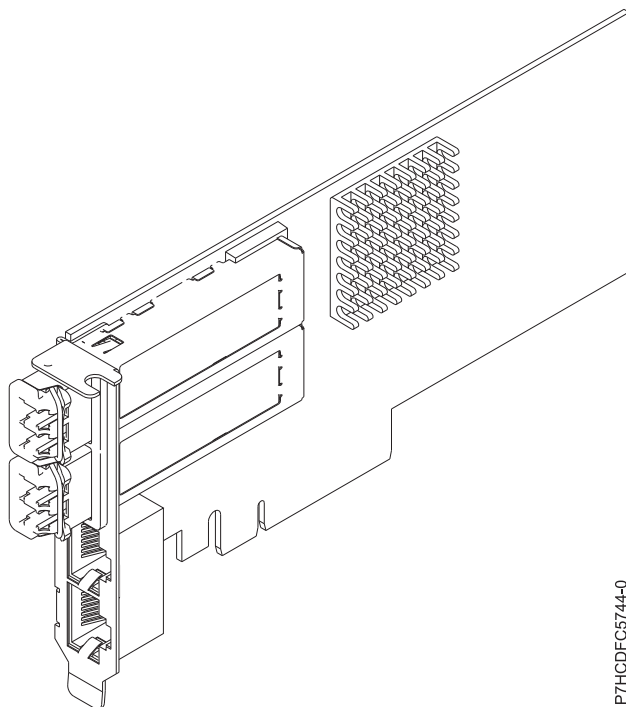

図 31. PCIe2 LP 2x10GbE SR 2x1GbE UTP アダプター
PCIe2 LP 2x10GbE SR 2x1GbE UTP アダプターは、PCI Express 第 2 世代、4 ポート・イーサネット Unified Wire アダプター (PCI Express 2.0 ホスト・バス・インターフェース付き) です。このアダプターは、クラウド・コンピューティング、仮想化、ストレージ、およびその他のデータ・センター・アプリケーション向けに最適化されています。 4 個のポート・アダプターが 2 個の 10 Gb イーサネット・ポートと 2 個の 1 Gb イーサネット・ポートを提供します。 この 2 個の 10 Gb スモール・フォーム・ファクター・プラグ可能 (SFP+) 単一ルート (SR) トランシーバー・ポートが、ネットワーク内の他のサーバーまたはスイッチとの接続に使用されます。各 SFP+ (SR) ポートは公称データ速度 10 Gbps (G ビット/秒) のイーサネット接続を提供し、最大ケーブル長が 5 m (16.4 ft) の SFP+ 銅線平衡型ケーブルを使用します。 各 RJ45 ポートは、データ速度 1 Gbps でイーサネット接続を提供します。 アダプターのリンク集約およびフェイルオーバー・フィーチャーは、冗長度および高可用性を必要とする重要なネットワーク・アプリケーションに最適です。 101 ページの図 31 は、FC 5745 アダプターを示しています。